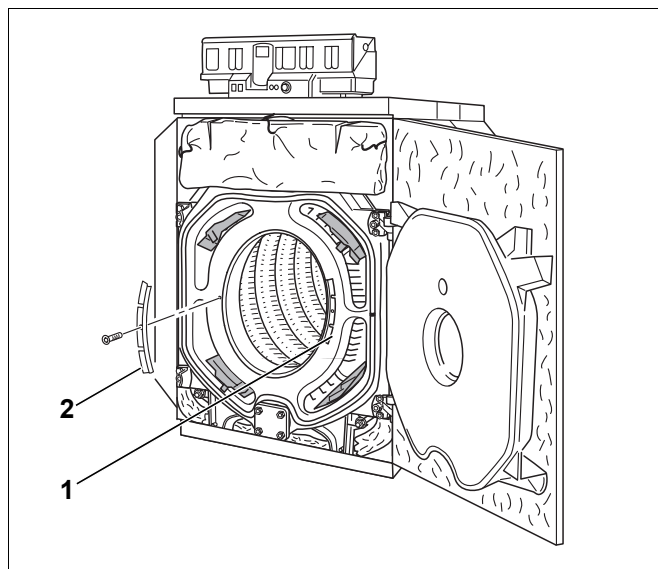
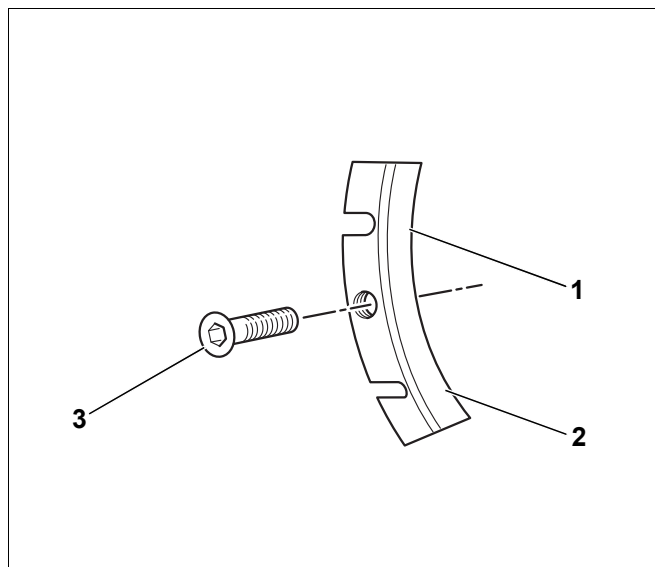

Fig. 68 Posizionamento delle piastre di arresto fumi
Fig. 69 Piastra di arresto fumi
- Allentare la vite ad esagono cavo sulla piastra di arresto dei fumi e rimuovere le piastre a sinistra e a destra (fig. 68, [1] e [2]).
- ▶ Allentare la vite ad esagono cavo (fig. 69, [3]) sulla piastra di arresto dei fumi e rimuovere le piastre a sinistra e a destra (fig. 68, [1] e [2]).
- ▶ Posizionare la piastra di arresto fumi sopra una base, in modo tale che gli intagli (fig. 69, [1] e [2]) vengano a trovarsi nel vuoto. Smontare, colpendo con un martello, un segmento della piastra di arresto fumi sinistra e destra.